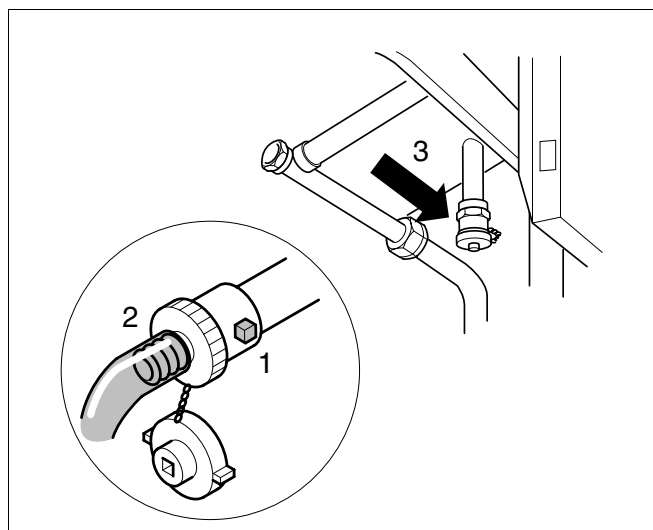

Fig. 14 Riempimento dell'impianto di riscaldamento
- Svitare la calotta di chiusura (fig. 14, pos. 3) e avvitare l'innesto del tubo di gomma (fig. 14, pos. 2).
- Aprire il rubinetto di riempimento/svuotamento (fig. 14, pos. 1).